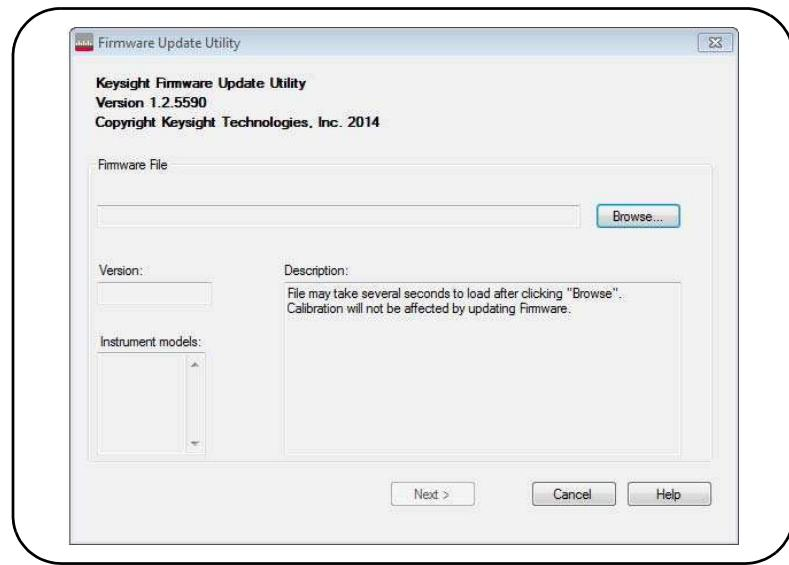

Рисунок 2-9 Выбор пути к файлу обновления
- 2 Нажмите **Next (Далее)** и с помощью кнопки **Browse (Обзор)** укажите путь к файлу прошивки (Рисунок 2-9). После этого в окне «Применимые модели» появится номер модели прибора, а также номер версии и описание прибора. Выберите **Next (Далее)**.